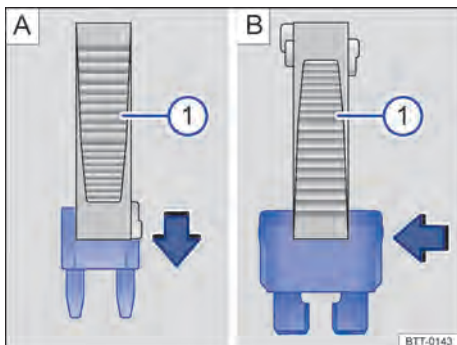

Fig. 294 Remover ou instalar um fusível com a garra da pinça de plástico .
- Se necessário, retirar a pinça de plástico ⇒ Fig. 294  da cobertura da caixa de fusíveis.